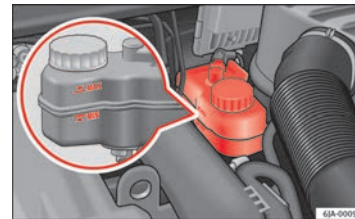

Abb. 120 Motorraum: Bremsflüssigkeitsbehälter
- Prüfen Sie den Bremsflüssigkeitsstand am Behälter ⇒ **Abb. 120.** Der Stand muss zwischen den Markierungen „MIN“ und „MAX“ liegen.